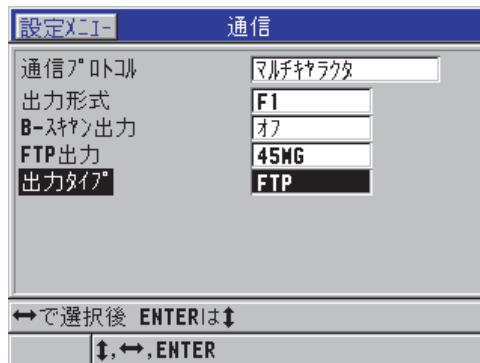

図 8-3 通信画面
2. 通信画面で、以下の操作を行います（151 ページの図 8-3 を参照）。